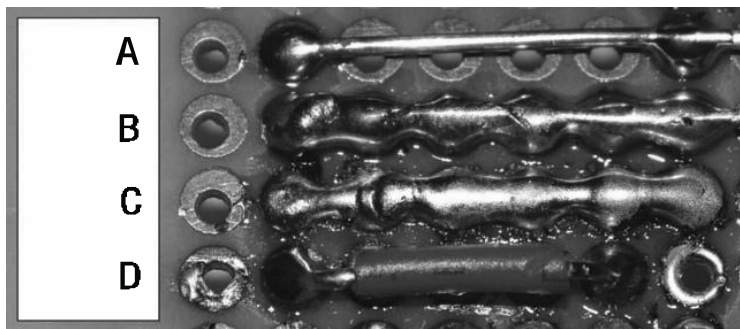

图 1-27 如何使用铜导线创建**线迹**
- 【选项 2—**线迹**】你也可以将一段实心裸铜线（16~20**awg**），直接放置到你想要连接的铜焊**垫**上（如图 1-27 中的 A、B 和 D 所示）。如果该连接要跨越多个焊**垫**，最好是导线接触的每个焊**垫**都用少量的焊锡，以确保电路完成之后它不会移动。你还可以弯曲其他元件周围的导线来制作一条**板成弯状**或者倾斜的线。这种方法产生的结果类似于自制印制电路板的线迹。因为每根导线都直接从一个引线连接到另一个，所以 PCB 下面的其他元件不会有交叉导线。虽然可用于要传送的电流有一个相应的线表，但这种方法适合于大电流应用。